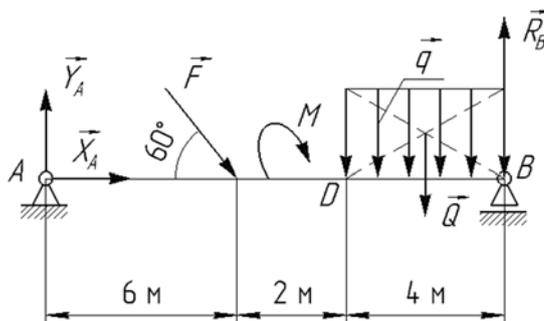

Рисунок 4 – Условие задачи 4
**Задача 4.** Определить реакции опор балки  $AB$  (рисунок 4), если  $F=10$  кН,  $q=2$  кН/м,  $M=3$  кН·м.